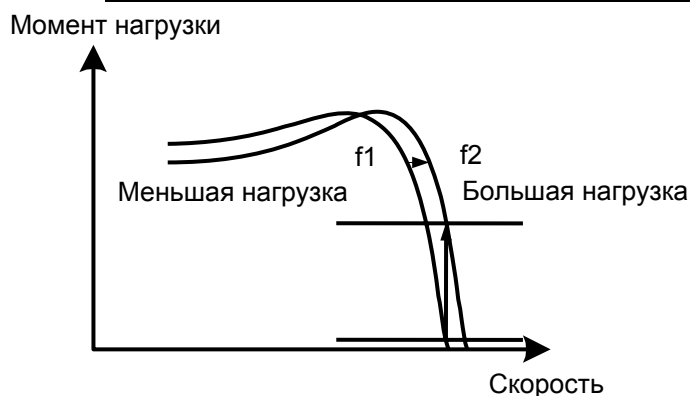

Рис. 17. Выходная частота с компенсацией скольжения
- Компенсация скольжения разрешена, если значение выходного тока превышает значение тока двигателя без нагрузки (Cn-10). Выходная частота увеличивается с f_1 до f_2 ($>f_1$) для положительного изменения крутящего момента нагрузки. (См. рис. 17).
- Этот параметр используется в качестве исходного значения функции компенсации крутящего момента. См. рис. 17. Этот параметр равен 0,0~9,9% от величины (Cn-04), принятой за 100%.